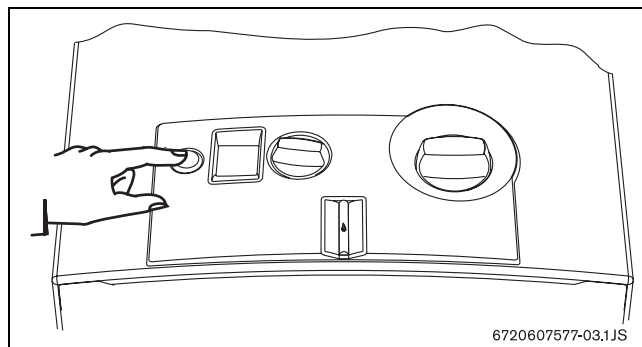

Fig. 5
- Pentru a-l pune în funcțiune, acționați comutatorul (Fig. 5).